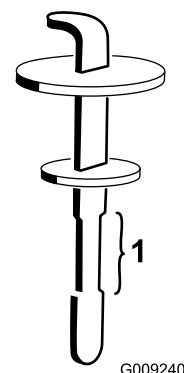

Рисунок 88
4. Извлеките масломерный щуп из заливной горловины и протрите его чистой ветошью. Вставьте масломерный щуп в заливную горловину; затем извлеките его и проверьте уровень жидкости. Уровень жидкости должен находиться в пределах безопасного рабочего диапазона на измерительном щупе (Рисунок 88).